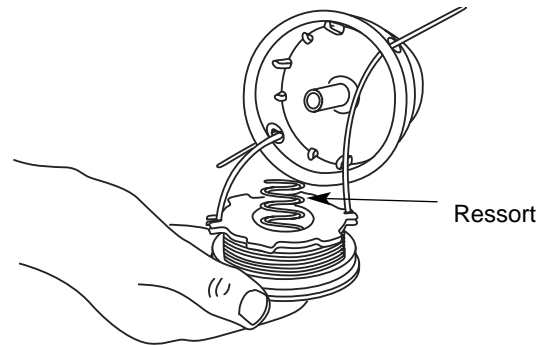

Fig. 23
13. Insérez les extrémités du fil dans les filets de la bobine extérieure et placez le moulinet et le ressort dans la bobine (Fig. 23). Enfoncez le moulinet et la bobine ensemble. Tout en tenant le moulinet et la bobine, saisissez les extrémités et tirez fermement pour serrer le fil des fentes de retenue de la bobine.
5. Insérez les extrémités du fil dans les filets de la bobine extérieure (Fig. 23).